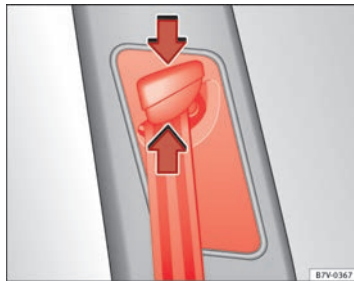

Abb. 15 Neben den Vordersitzen: Gurthöheneinstellung.
- Umlenkbeschlag in Richtung der Pfeile zusammendrücken und halten ⇒ **Abb. 15.**